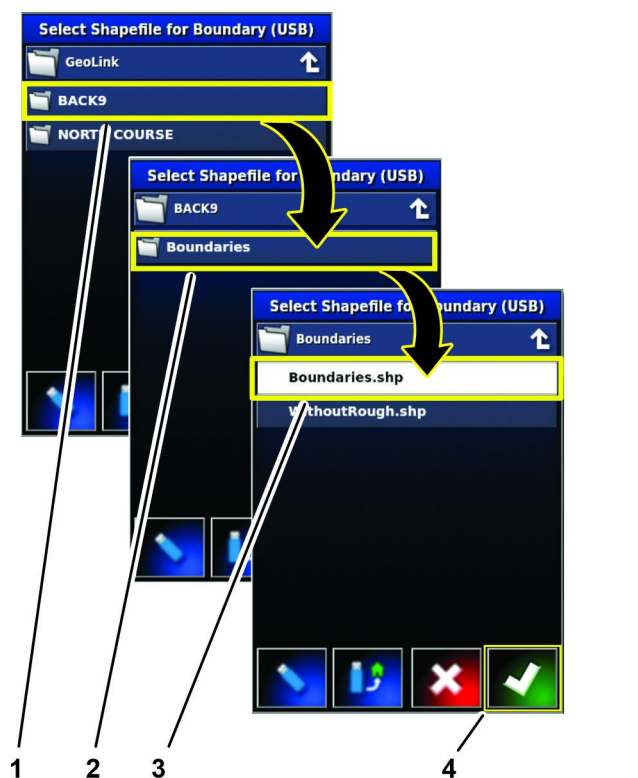

Figura 76
8. Pulse los iconos de directorio (Figura 76) para navegar a la información de parcela que exportó en el paso 4 de Exportación de los Perímetros de parcela (página 31).
9. Pulse el icono PERÍMETROS, pulse el icono BOUNDARIES.SHP y pulse el icono Confirmar (Figura 76).